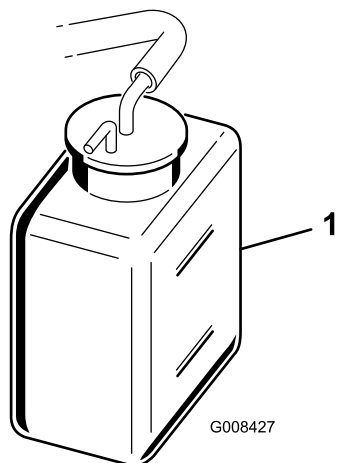

Рисунок 39
2. Проверьте уровень охлаждающей жидкости (Рисунок 38 и Рисунок 39).